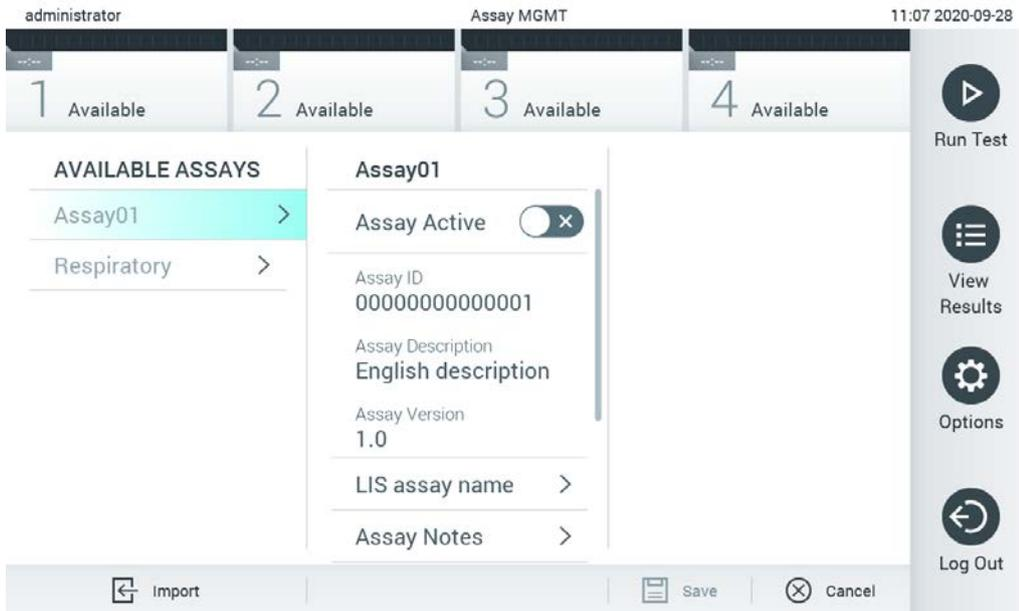

Figure 66. Écran Assay management (Gestion des dosages).
2. Pour importer le(s) nouveau(x) dosage(s) dans le QIAstat-Dx Analyzer 1.0, appuyez sur le bouton Options (Options) puis le bouton Assay Management (Gestion des dosages). L'écran Assay Management (Gestion des dosages) s'ouvre dans la zone de contenu de l'affichage (figure 66, page suivante).